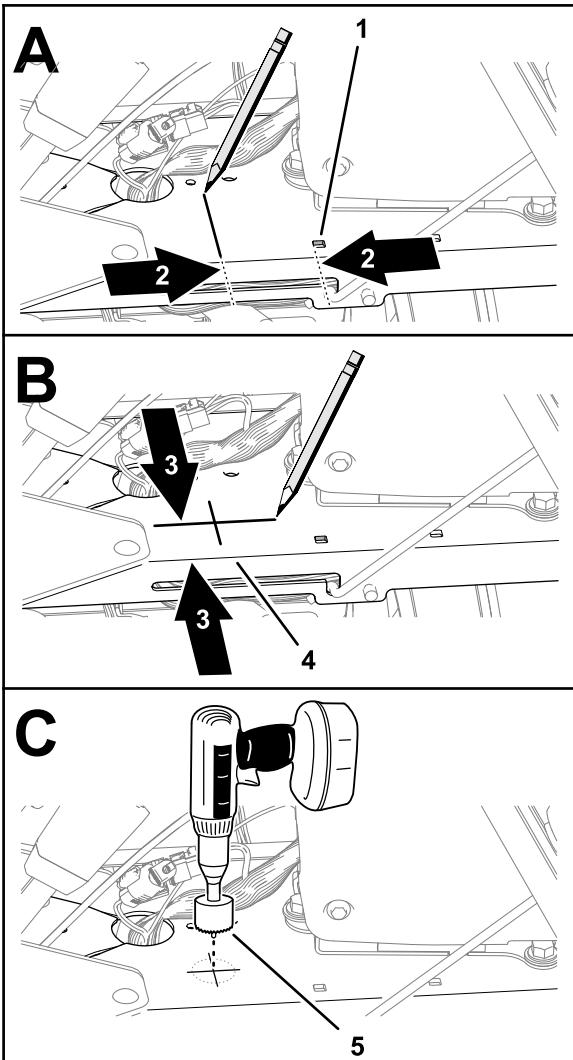

Bild 83
3. Messen Sie 69 mm vom quadratischen Loch nach hinten in die Nähe des Schlitzes der Stützstange im Konsolensockel und markieren Sie dies auf dem Konsolensockel (Bild 83).
4. Messen Sie 45 mm vom geschlitzten Flansch des Konsolensockels nach innen und markieren Sie dies auf dem Konsolensockel (Bild 83).
6. Bohren Sie mit einem 32-mm-Kreisbohrer (Bild 83) ein Loch in den Konsolensockel an der angekörnten Stelle.